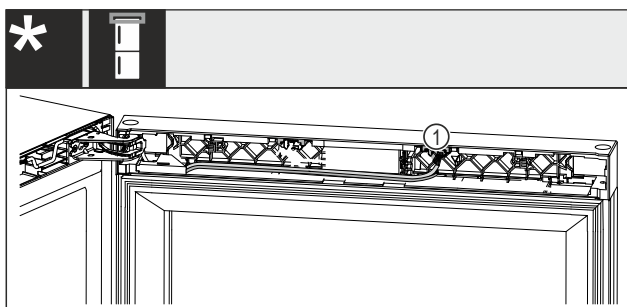

Fig. 19 Kombinimet frigorifer vere-frigorifer ngrirës
- Nxirrni jashtë spinën Fig. 19 (1) nga foleja.